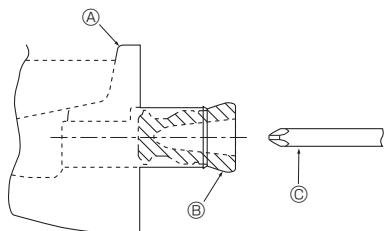

Fig. 5-1
- W przypadku rur po lewej stronie należy umieścić gumową zatyczkę w prawym króćcu spustowym. (Fig. 5-1).
- (A) Taca na skropliny